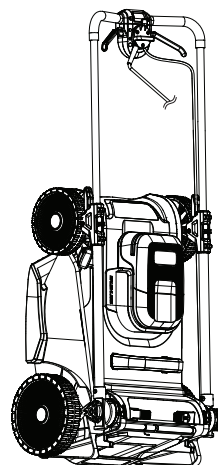

Fig. 22
- Depozitează mașina de tuns iarba în poziție orizontală sau verticală (fig. 22).